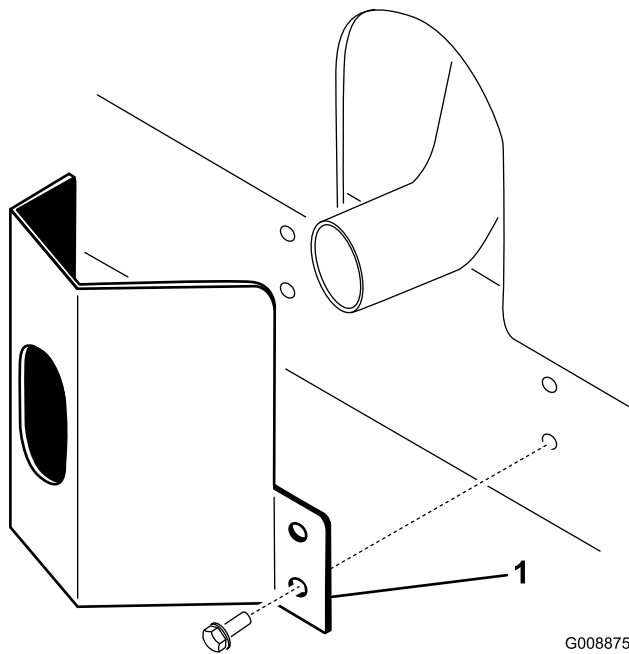

Bild 36
1. Positionieren Sie das Auspuffschutzblech um den Schalldämpfer, während Sie gleichzeitig die Befestigungslöcher auf die im Rahmen abstimmen (Bild 36).
2. Befestigen Sie das Auspuffschutzblech mit vier Blechschrauben am Rahmen (Bild 36).